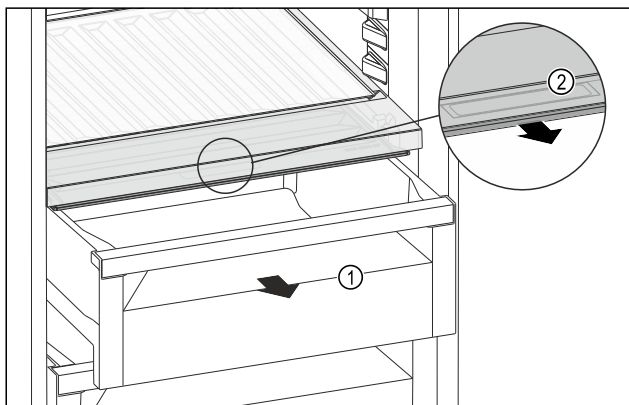

Fig. 128
- ▶ Húzza ki a fiókot Fig. 128 (1).
- ▶ Fogja meg a süllyesztett fogantyút Fig. 128 (2) a rekeszfedélen, és ezzel egy időben húzza előre felé a rekeszfedelet.